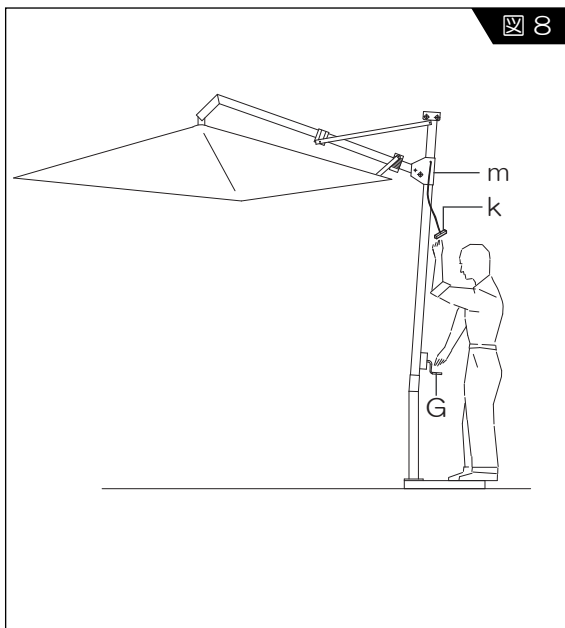

図8
アンブレラの傾斜（図8,9参照）
1. クランクレバー (G) を反時計回りに回し、同時に引きレバー (k) を下方へ引きます。これで走行装置 (m) 下方へ下がりアンブレラは傾斜します。(図8)